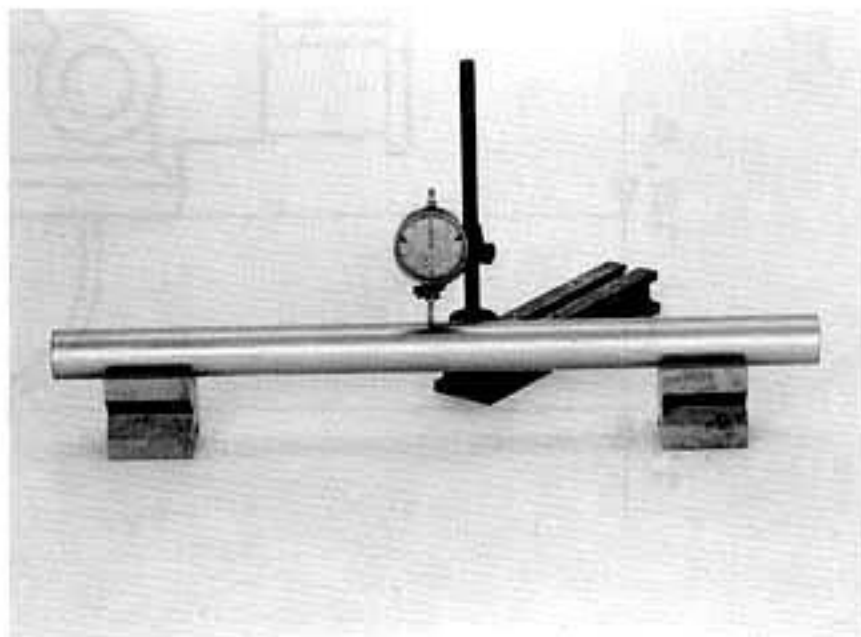

Fig. 122
- Controllare la rettilineità delle due canne per mezzo di un comparatore e due blocchi a V (fig. 122).
- Check each main tube for straightness by means of two veeblocks and a dial gauge (fig. 122).